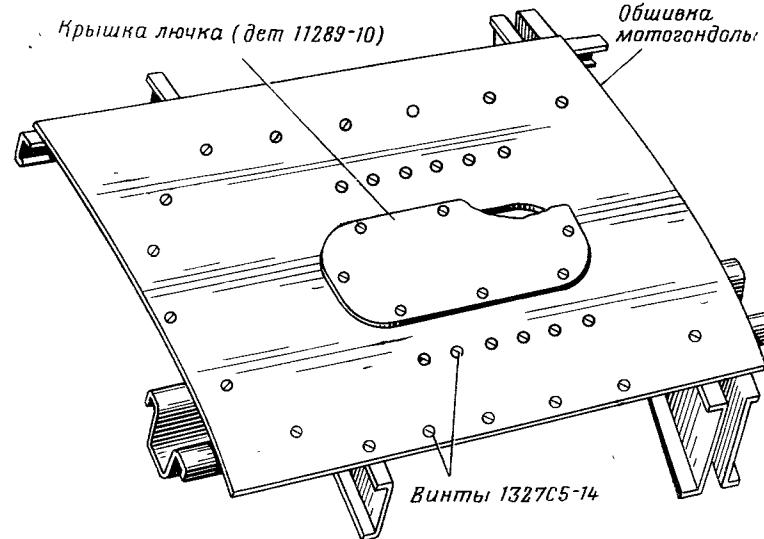

Рис. 12. Установка крышки, закрывающей лючок в обшивке мотогондолы, сделанный для подсоединения труб к дополнительному маслорадиатору
9. Вырезы в обшивке мотогондол закрыть крышками (дет. 11289-10) (рис. 12), прикрепив их к обшивке мотогондол винтами 1327С5-18 (по 8 шт. на каждую крышку).